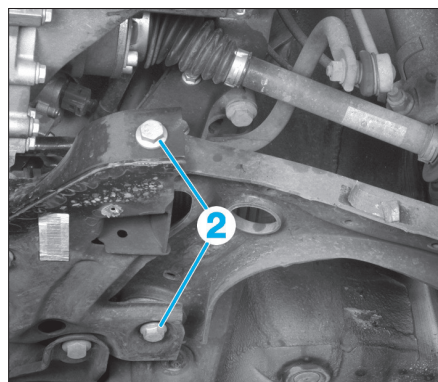

FIG. 38
- Déposer les vis (2) (Fig.38).